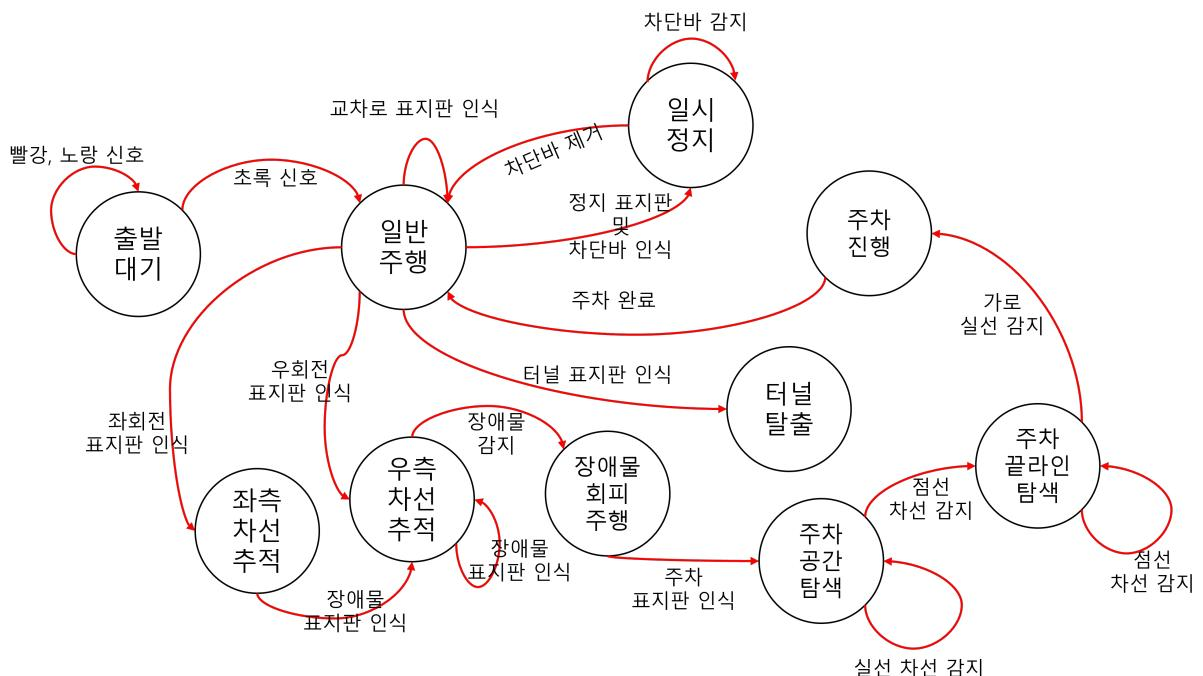

Figure 26: 로봇 미션 수행 FSM 구조.
- 각 미션별 상태 천이도는 Figure 26와 같다.